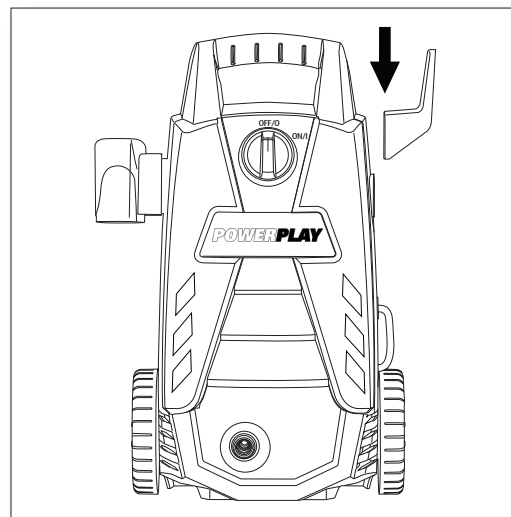

Fig. 3
- Deslice gancho soporte en el lado derecho de la arandela cuando se enfrenta a ella. Esto no requiere ningún tornillo. (**Fig. 3**)